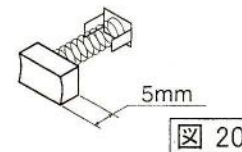

図 20
- カーボンブラシは作業時間100～150時間以上になった場合又は、カーボンブラシ長さが残り5mmまで摩耗した場合には新品と交換してください。(図20)